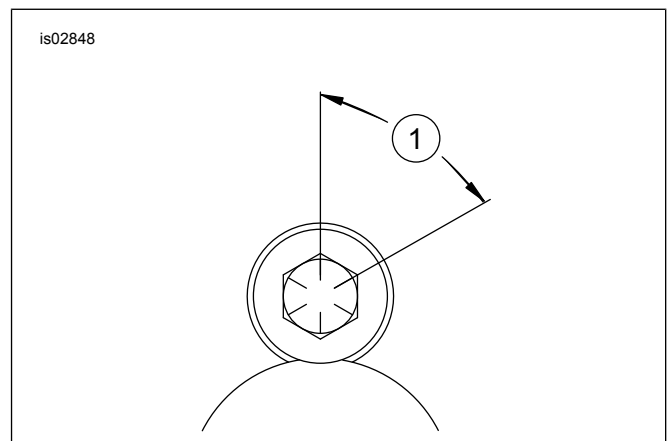

Figure 2. Séquence de serrage supplémentaire
5. Voir Figure 2. Après avoir serré toutes les vis à un couple de 31,2 N·m (23 lb-pi), tracer une ligne droite avec un crayon gras sur toutes les têtes de vis de pignon et prolonger la ligne sur le pignon.